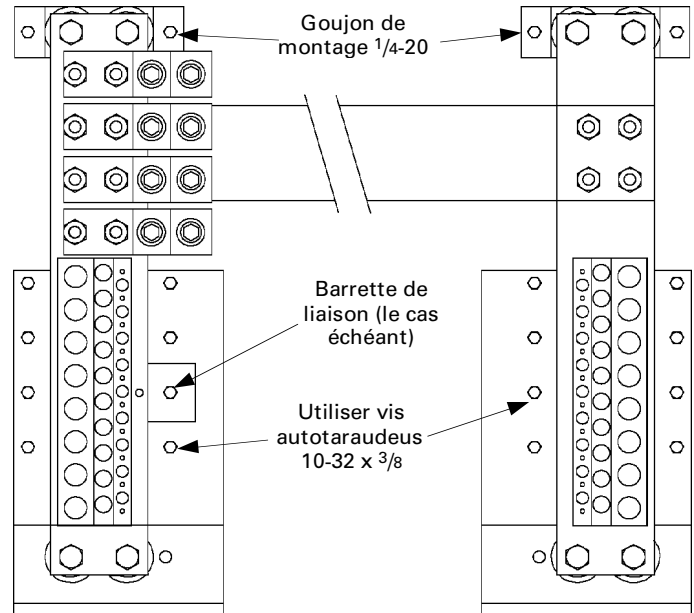
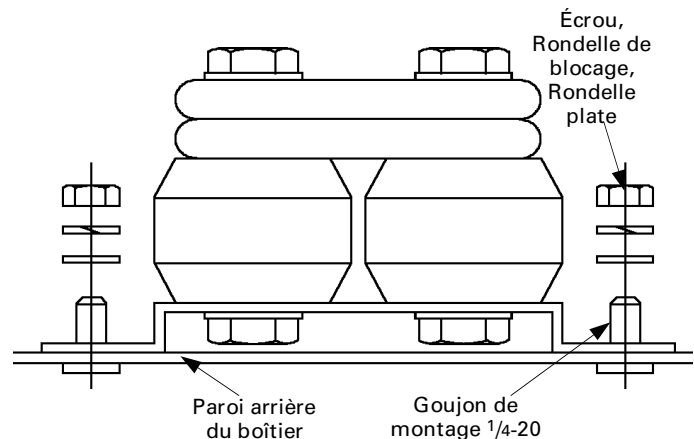

Figure 1. Installation du neutre dans le boîtier. (L'alimentation par le haut est montrée; inverser la configuration pour l'alimentation par le bas.)
Figure 2. Pour fixer le neutre aux goujons de montage.
1. Monter le neutre à l'extrémité du boîtier du panneau marqué Incoming Line (entrée), sur les goujons de montage de 1/4-20, comme montré à la Figure 1. Fixer à l'aide d'écrous de 1/4-20, de rondelles plates et de rondelles de blocage, fournies. Se référer à la Figure 2. Serrer à 27–32 lb.-po.
2. Fixer l'extrémité opposée du neutre au boîtier à l'aide de vis autotaraudeuses #10-32 x 3/8" fournies, comme montré à la Figure 1. Assurez-vous d'utiliser tous les trous de montage. Serrer les vis à 27–32 lb.-po.